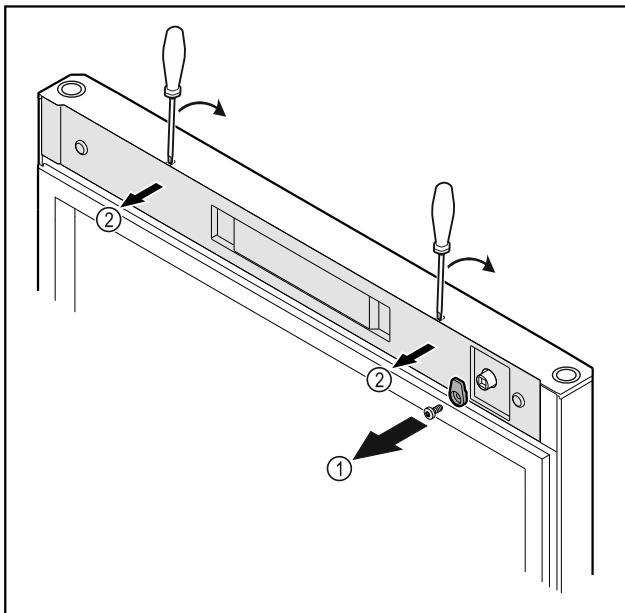

Fig. 18
- ▶ Atsukite uždarymo kabliuką Fig. 18 (1).
- ▶ Atfiksukite dengiamąją plokštelę Fig. 18 (2) mažu atsuktuvu ir nuimkite.